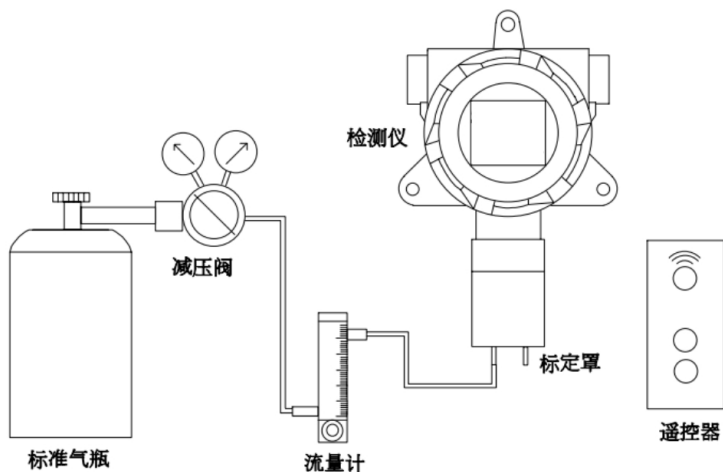

图 7.29 标定管路连接示意图
**传感器校准：**参考图 7.29 标定管路连接示意图。将已知的标准气体，通过流量计控制合适的流速，再通过导管与标气罩连接，将标气罩罩在检测仪探头上通气，输出稳定后，依照“浓度校准”操作使检测仪的显示值与